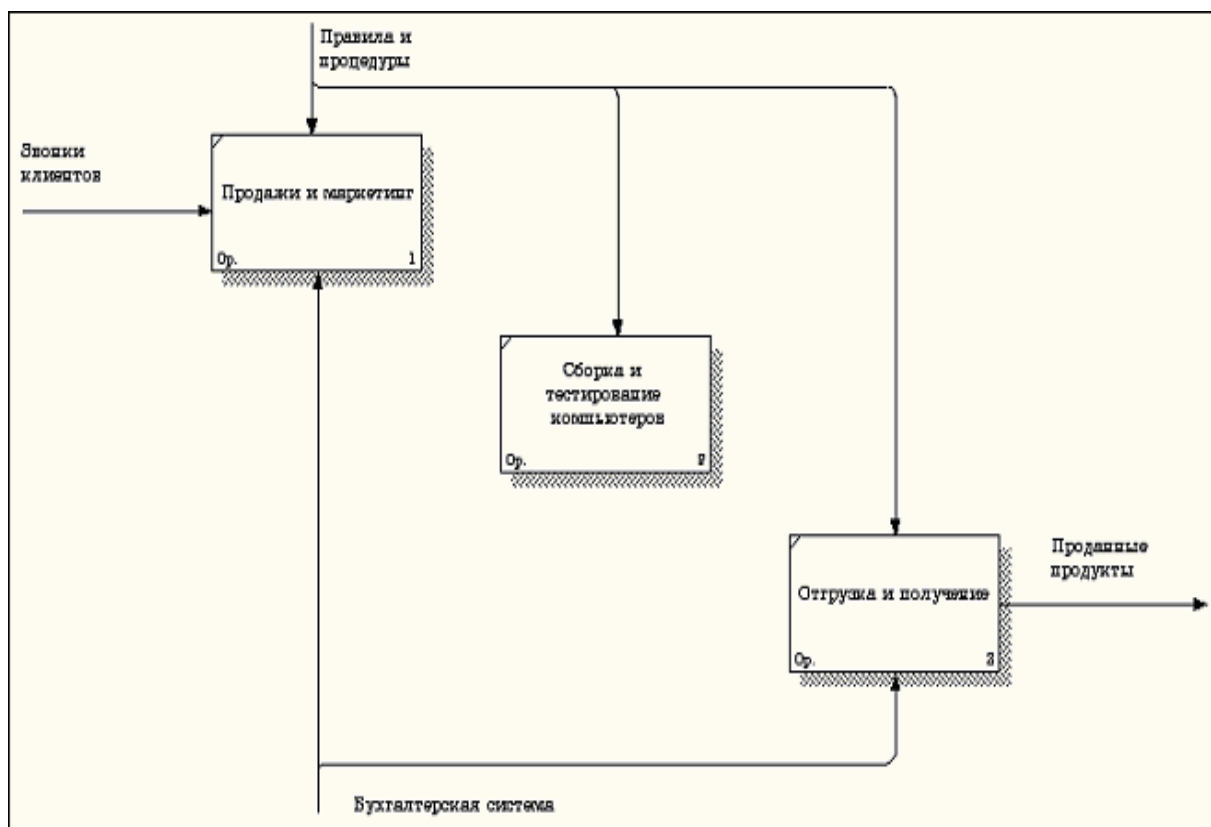

Рисунок 3.5 – Связанные граничные стрелки на диаграмме A0
4.Связывая граничные стрелки с остальными, перейдите в режим рисования и используйте кнопку  на палитре инструментов (рисунок 3.5)